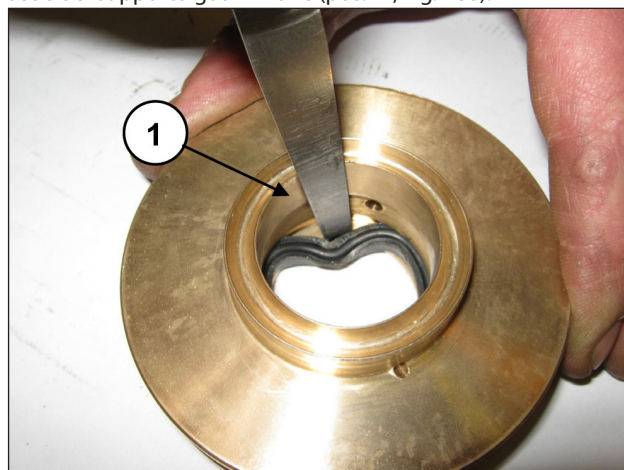

Fig. 180
Per togliere la guarnizione di bassa pressione è necessario utilizzare uno spessimetro o un attrezzo che non danneggi la sede del supporto guarnizione (pos. ①, Fig. 180).